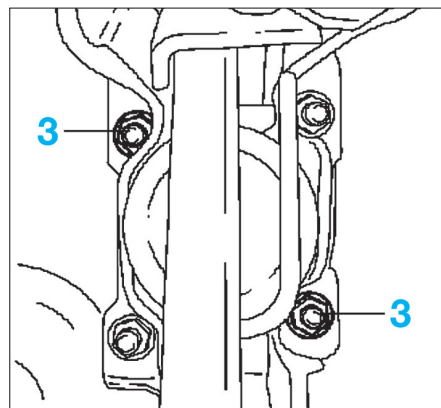

FIG. 21
- les deux vis de fixation (3) du servofrein sur le tablier (fig. 21).